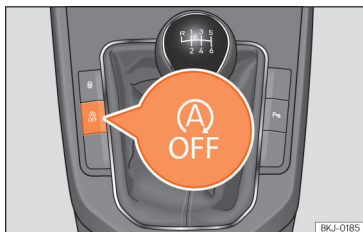

Abb. 86 Mittelkonsole: Systemtaste Start-Stopp.
- Um das Start-Stopp-System manuell aus-/einzuschalten, drücken Sie die Taste **»» [Abb. 86]**